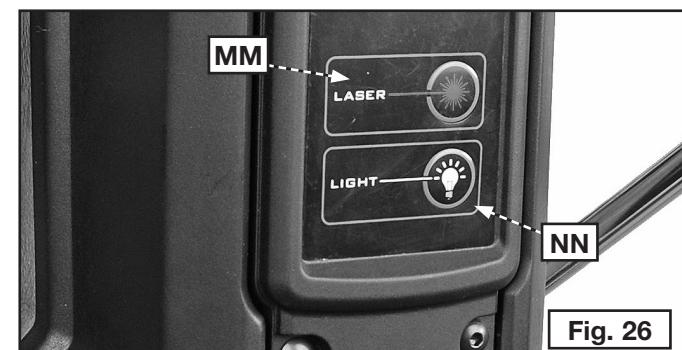

Fig. 26
Empuje el botón "LASER" (MM) Fig. 26 para encender o apagar los láseres con punto de mira.
Empuje el botón "LIGHT" (luz) (NN) Fig. 26 para encender o apagar la luz de trabajo LED.